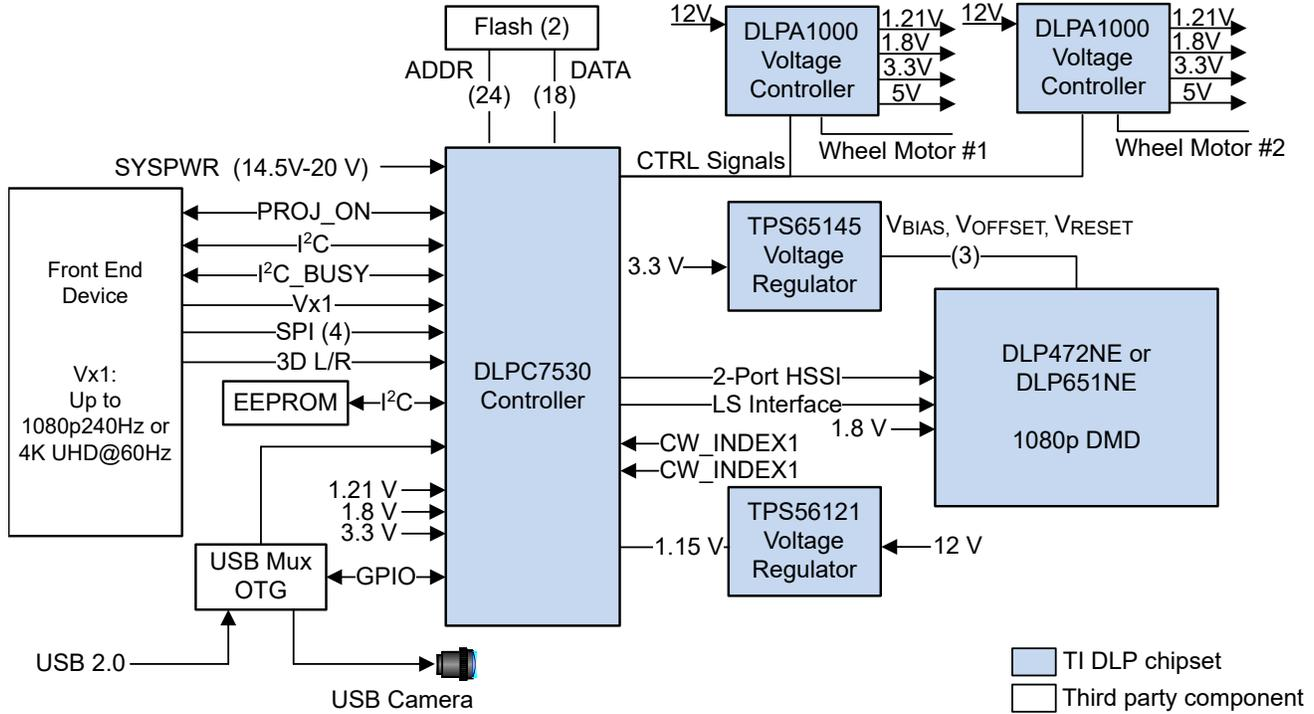
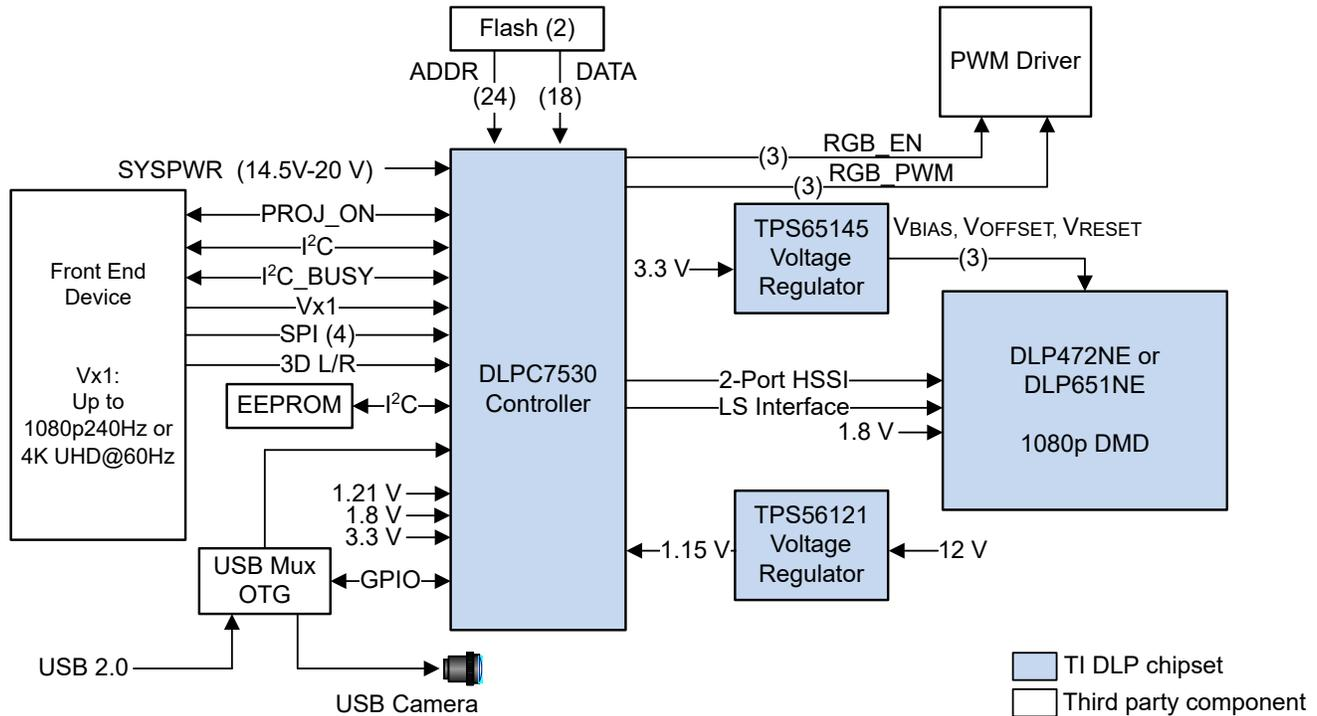

図 7-1. フル HD レーザー蛍光の代表的なアプリケーション図
図 7-2. フル HD LED の代表的なアプリケーション図
**DLP472NE DMD** は、**DLPC7530** デジタル コントローラやパワー マネージメント デバイスと組み合わせることにより、高輝度で色鮮やかなディスプレイ用途に最適なフル HD (1920 x 1080) 解像度を実現します。レーザー蛍光照明を使用する代表的なディスプレイ システムでは、**DLP472NE DMD**、**DLPC7530** ディスプレイ コントローラ、**TPS65145** 電圧レギュレータおよび **DLPA100 PMIC** およびモーター ドライブを組み合わせています。図 7-1 に、DLP 0.47 インチ フル HD チップセットのレーザー蛍光構成のシステム ブロック図を示します。図 7-2 に、DLP 0.47 インチフル HD チップセットの LED 構成のブロック図を示します。部品には、**DLP472NE DMD**、**DLPC7530** ディスプレイ コントローラ、**DLPA100 PMIC** およびモーター ドライブ、**TPS65145 PMIC** が含まれます。